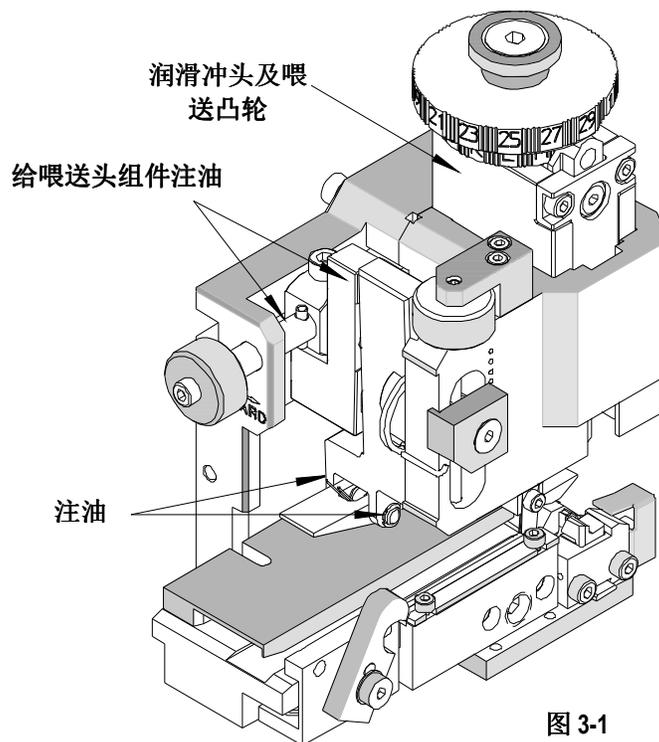

图 3-1
4. 使用指定机油或润滑剂 (或等效品) 润滑图 3-1 所示的每一处。